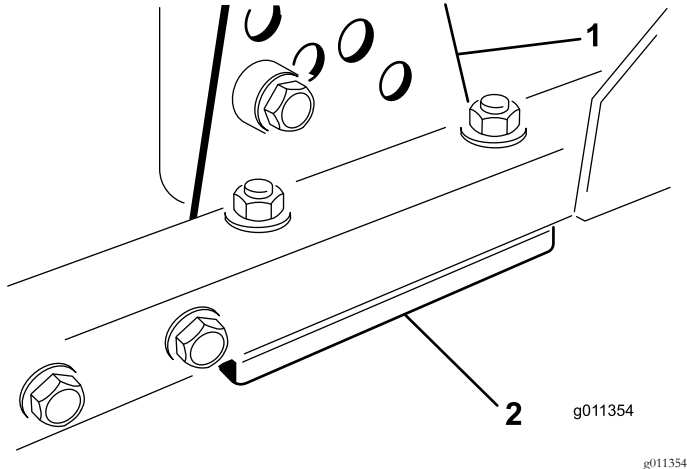

图73
1. 从刀盘架上拆除剪草高度支架前、左或右 (图73)。
2. 在刀盘架与剪草高度支架之间增、减 1.5mm 薄垫片和/或 0.7mm 薄垫片以达到所需的高度设置 (图73)。